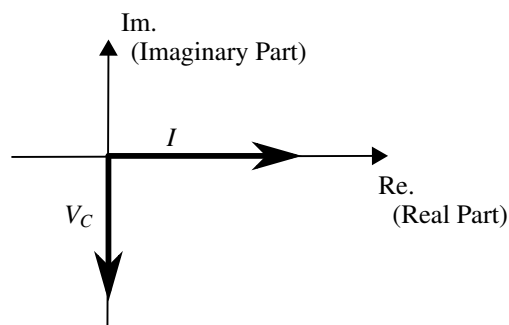

図 4-3 コンデンサの電圧と電流の位相関係 (ベクトル)
- (参考) ベクトルで表記すると、図 4-3 の特性を持った素子である。